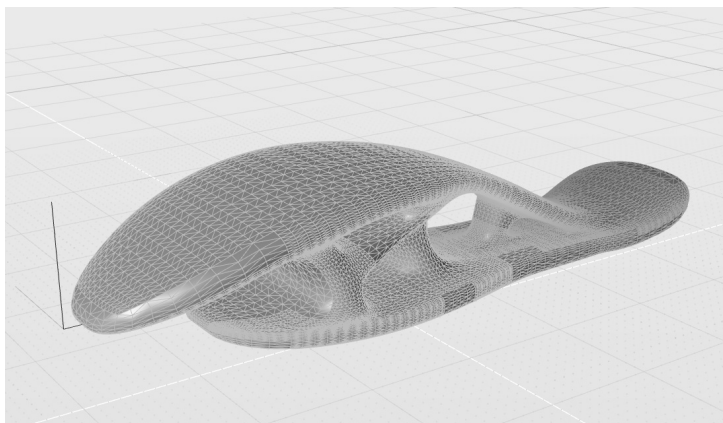

图 9-32 默认细分结果
2) 使用“NURBS 至 Poly”工具, 当控制台提示“拾取 NURBS 曲面对象”时单击开瓶器模型, 获得的默认细分结果如图 9-32 所示。